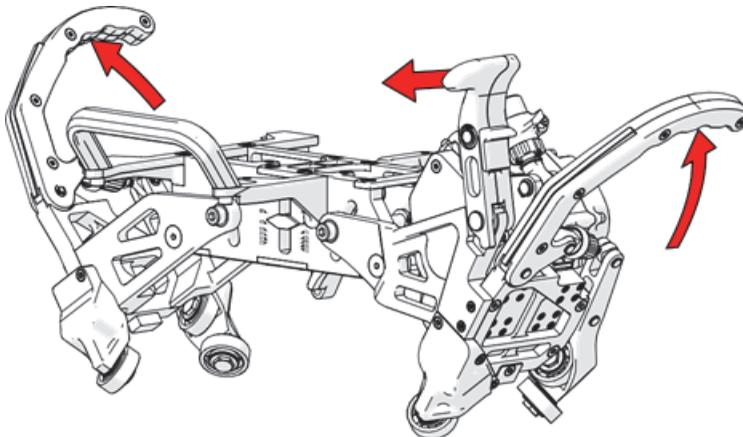

Figure 2-24 Levage des leviers et de la poignée
1. Levez les leviers des brides de serrage et la poignée d'actionnement du moteur (Figure 2-24 à la page 108).